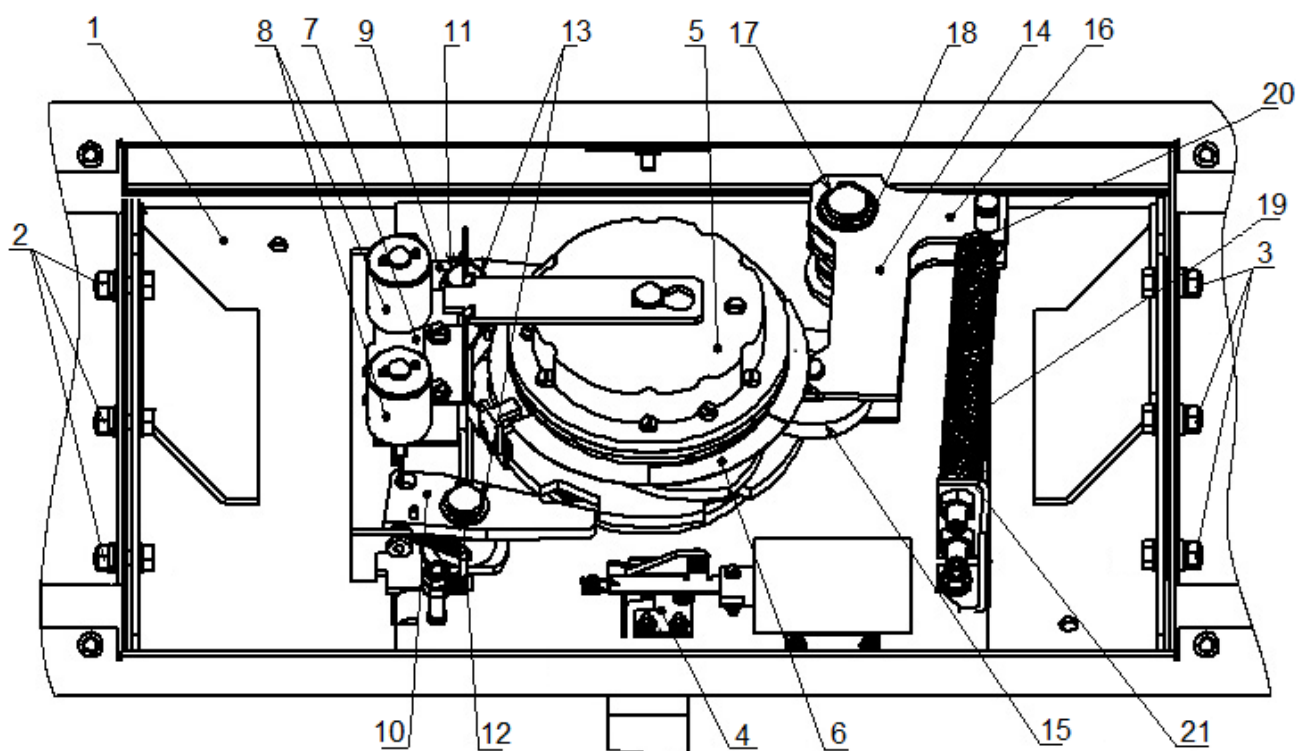
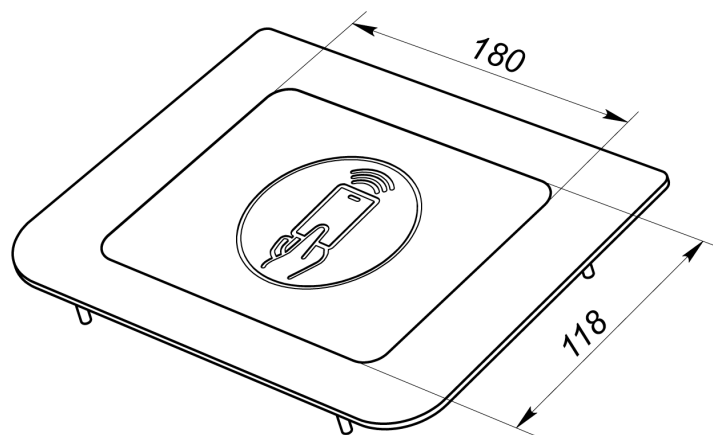

Рисунок 22. Узел вращения преграждающих планок турникета.
Рисунок 24. Внешний вид боковой крышки **PERCo-C-10R**
4. Снимите основную крышку (2) турникета в порядке, указанном в разд. 6, и положите ее на ровную устойчивую поверхность.
6. Осмотрите узел вращения преграждающих планок турникета (см. рис. 22): устройство доворота (толкатель, пружины и ролик), оптические датчики поворота преграждающих планок и демпфирующее устройство.
7. Удалите чистой ветошью, смоченной спирто-бензиновой смесью, возможное загрязнение с поверхности кольца контрольного (6, рис. 22), находящегося в зазоре оптических датчиков поворота преграждающих планок.
- смазкой **Chain and Rope Lube Spray - WEICON** оси вращения рычага толкателя (17, рис. 24) ролика (15, рис. 24) и стопоров (11, 12, рис. 22);
- смазкой **Chain and Rope Lube Spray - WEICON** детали механизма аварийного открытия прохода (4, рис. 24);
- смазкой **ШРУС-4** точки крепления пружин доворота (20, 21, рис. 22).
- Проверьте крепление преграждающих планок (5) в шарнирных узлах турникета и, при необходимости, подтяните крепежные винты.
- Установите на место основную крышку (2) в порядке, обратном снятию, и зафиксируйте ее ключом.